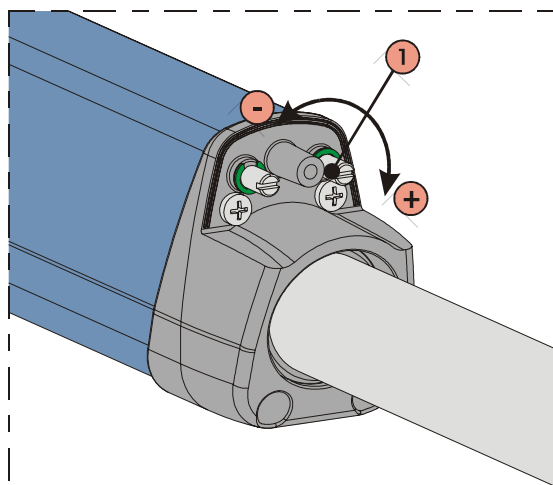

Abb. 20
- 2) Die Einstellung des **Endschalters beim Schließen FCC** erfolgt durch die Einstellschraube, Abb.20 Bez.1: im Uhrzeigersinn drehen, um den Hub des Schafts zu erhöhen, im Gegenuhrzeigersinn, um den Hub zu verringern.